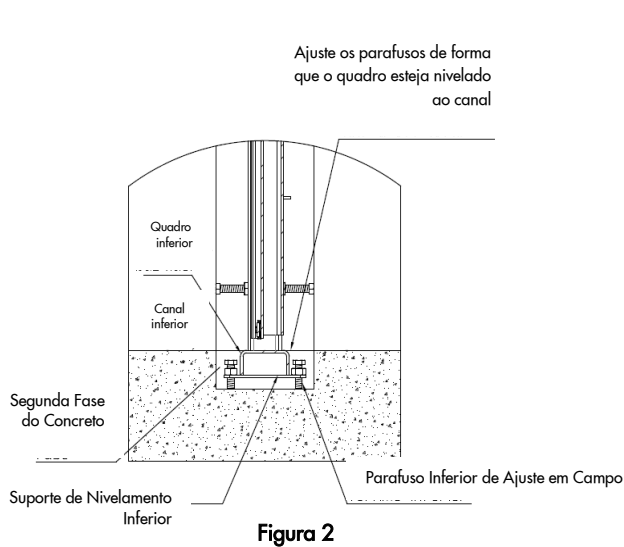

Figura 2
- Alinhe a comporta verticalmente ajustando os parafusos de Nivelamento Inferior (ver Figura 2). Certifique-se de que a parte inferior do quadro esteja nivelada com o canal inferior.